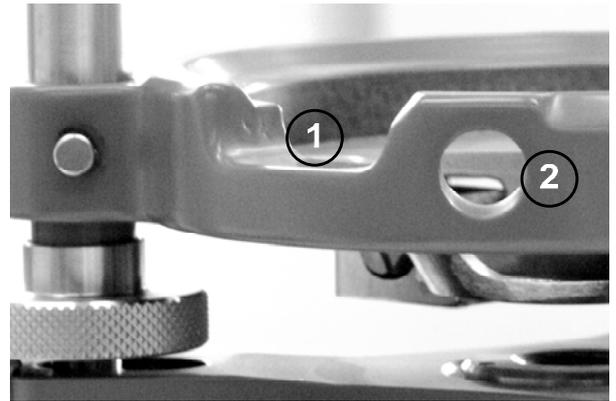

Abbildung 6 - Detailansicht des WILD GDF6 Dreifusses
Abbildung 6 zeigt ein älteres Leica (Wild) Dreifussmodell, das GDF6 (nicht mehr erhältlich), das als Standarddreifuss für verschiedene Vermessungsgeräte eingesetzt wurde (z.B. Wild T16). Mit Hilfe der Ausnehmung (1) in Abbildung 6 wurde das Vermessungsgerät dauerhaft in derselben Position im Dreifuss fixiert (ältere Geräte hatten eine passende Auskrantung), um bei bestimmten Anwendungen Zentrierfehler zu vermeiden. Die Öffnung (2) diente als Lichtkanal für die Horizontalkreisablesung. Die neueren Modelle besitzen keine Öffnungen (2) mehr, da diese nicht mehr benötigt werden. Es werden auch keine Vermessungsgeräte mehr hergestellt, die eine Öffnung verlangen. Für einige Geräte (z.B. Leica TDA5100) ist die Ausnehmung (1) jedoch noch erforderlich.